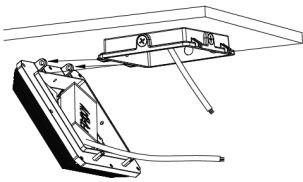

Figure 2-5
5. Insert the mounting hole of hinge horizontally on the shaft of the light source. Figure 2-5
5. Insérez l'arbre de la source lumineuse dans le trou de montage de la charnière, horizontalement. Figure 2-5